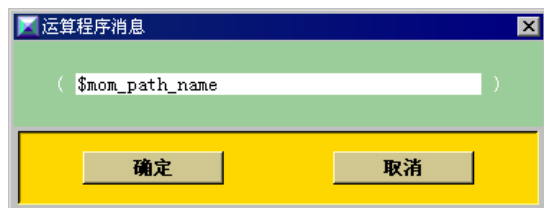

图 9.3.9 “运算程序消息”对话框
(3) 在“运算程序消息”对话框中输入“\$mom_path_name”字符，如图 9.3.9 所示，然后单击 **确定** 按钮，完成操作的起始序列的定义，结果如图 9.3.10 所示。